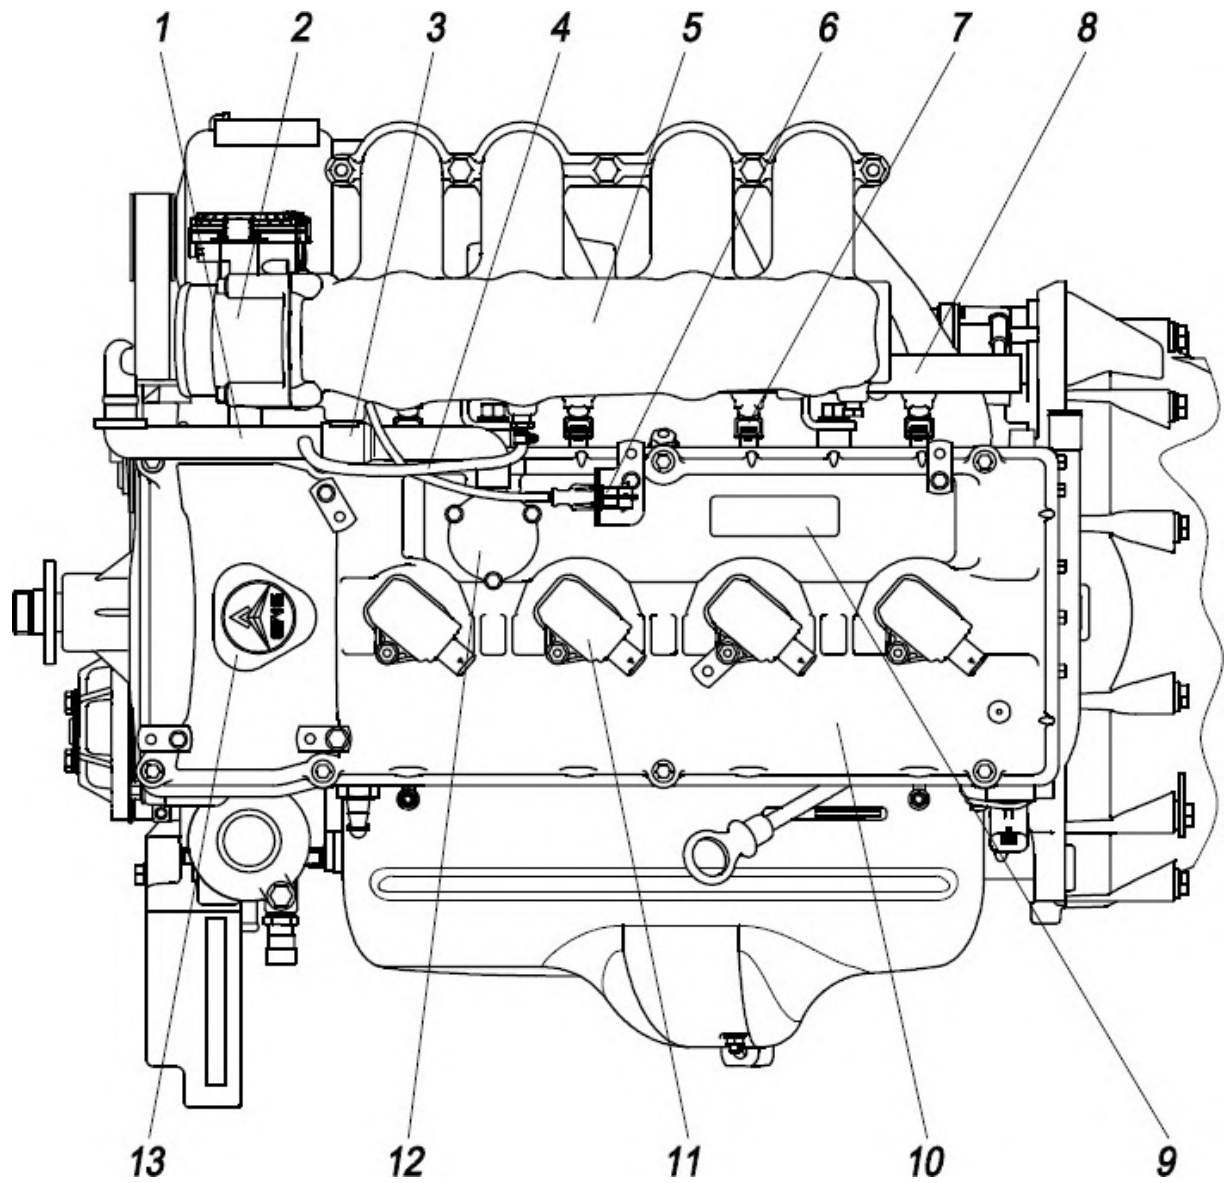

Abb. 5. Draufsicht auf den Motor ZMZ-40904.10:
1. Auf dem Ventildeckel befindet sich ein selbstklebendes Etikett mit der Bezeichnung der Motorausführung 9 (Abb. 5, 11), auf dem angegeben sind: